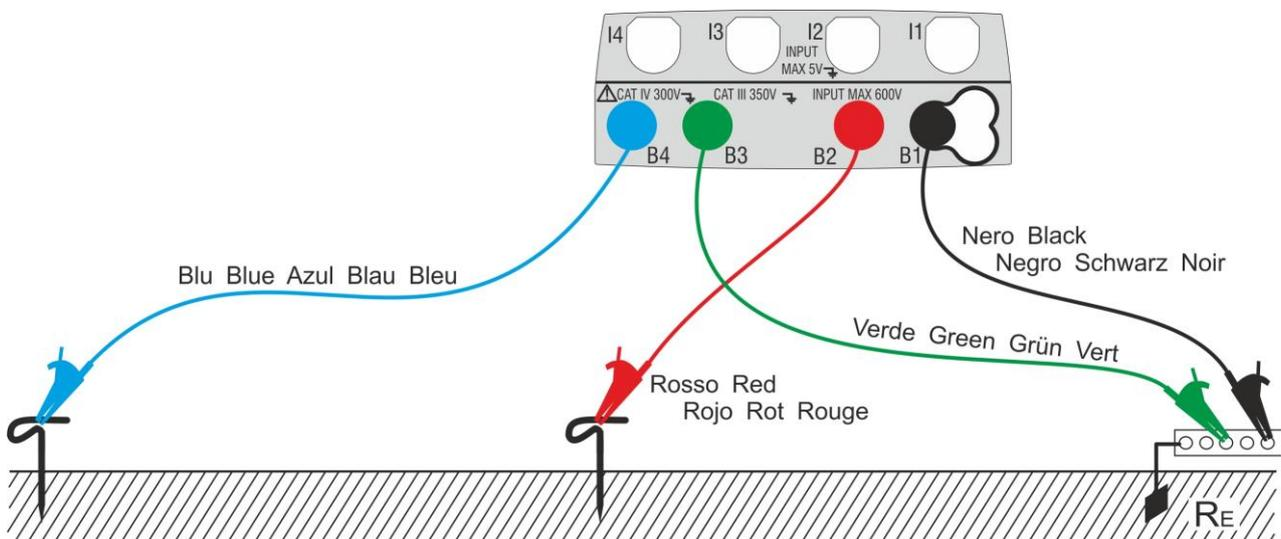
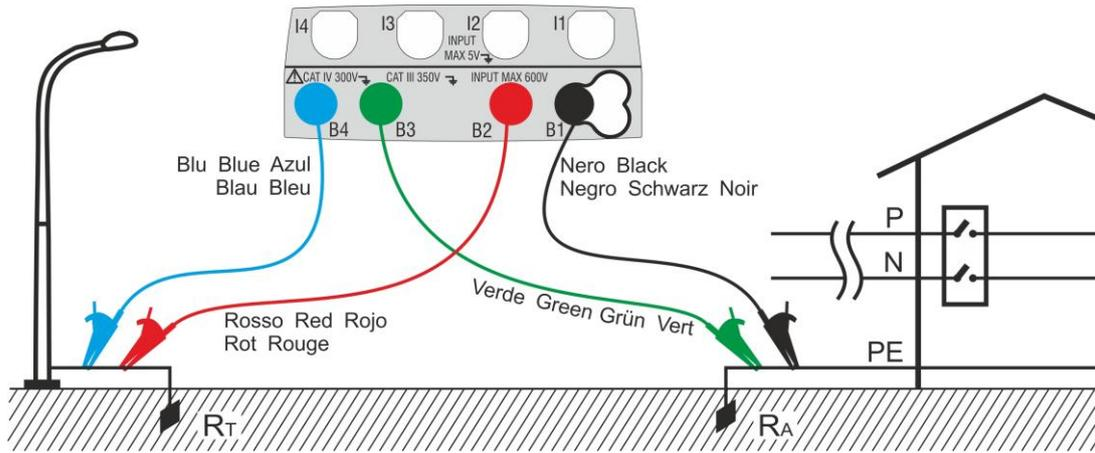
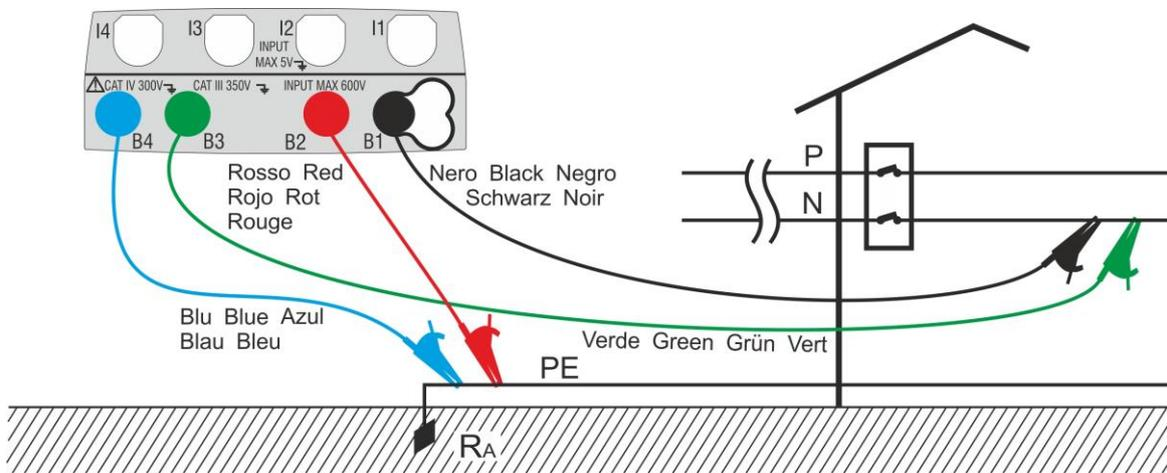

Fig. 27: Misura della resistenza di terra a 3 fili
Fig. 28: Misura della resistenza di terra a 2 fili con dispersore ausiliario
Fig. 29: Misura della resistenza di terra a 2 fili dal quadro di alimentazione
- 12 Collegare i cocodrilli ai dispersori ausiliari ed all'impianto in esame in accordo alla Fig. 27, Fig. 28, Fig. 29 o Fig. 30